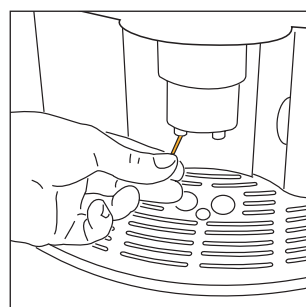

Fig.28
- De vez em quando, certifique-se de que os orifícios do ejetor através do qual sai o café não estão obstruídos. Para os abrir, raspe com uma agulha o depósito de café seco acumulado (fig. 28).